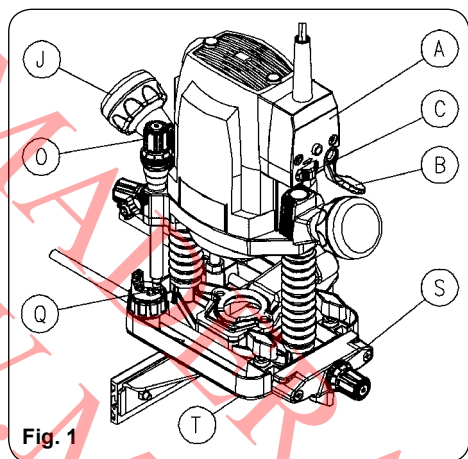
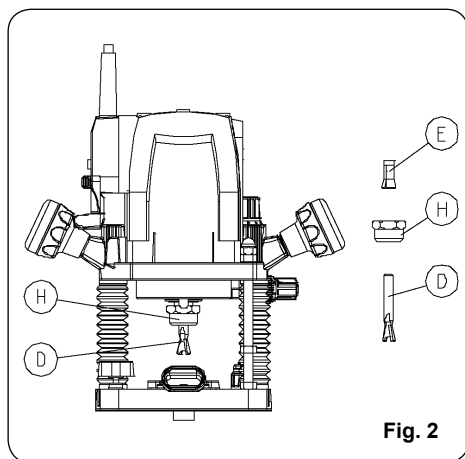
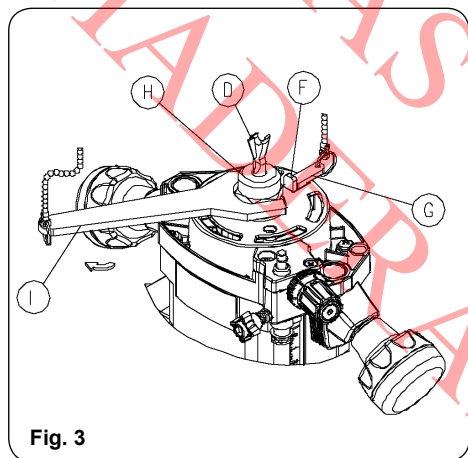
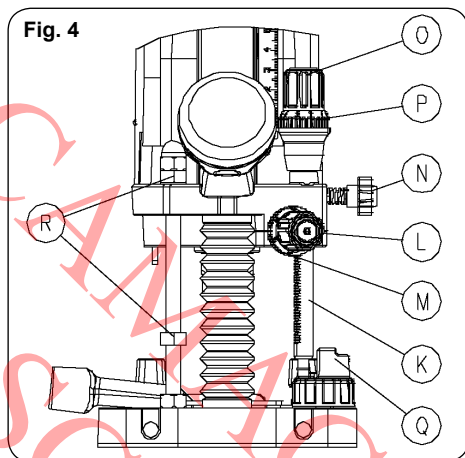

Fig. 1
Fig. 2
Fig. 3
Fig. 4
- Zawsze prowadź urządzenie obiema rękami, trzymając je za obydwa uchwyty J (Rys. 1), mając łatwy dostęp do wyłącznika B (Rys. 1).
Pudełko włącznika A (Rys. 1) jest zaopatrzone w dźwignię B (Rys. 1), która umożliwi uruchomienie i wyłączenie frezarki bez puszczenia uchwyty. W tym celu należy nacisnąć boczny przycisk bezpieczeństwa C (Rys. 1) i, bez zwalniania go, nacisnąć dźwignię B. Boczny przycisk bezpieczeństwa C zapobiega przypadkowemu uruchomieniu urządzenia.
Włóż frez D (Rys. 2 i 3) w nakrętkę tulejki E (Rys. 2). Następnie zablokuj oś przez zaciśnięcie klamry G. Potem zaciśnij nakrętkę tulejki H (Rys. 2 i 3), za pomocą klucza serwisowego I (Rys. 3).
Podstawa może być blokowana w dowolnej pozycji poprzez obrócenie dźwigni J (Rys. 3), w kierunku odwrotnym do ruchu wskazówek zegara. Gdy dźwignia jest poluzowana, podstawa automatycznie wraca do swojej najwyższej pozycji w skutek działania sprężyn znajdujących się na kolumnach.
USTAWIANIE GŁĘBOKOŚCI. Głębokość jest ustawiana za pomocą mechanizmu zębatkowego. Głębokość frezowania przy prostym frezie palcowym i przy pracy w drewnie, może być ustawiana do 60 mm. Aby odblokować pręt głębokości K (Rys. 4) dociśnij pokrętko ustawiania L (Rys. 4) i obracaj nim aby podnieść lub obniżyć pręt głębokości. W zależności od tego czy wymagana głębokość frezowania ma być większa lub mniejsza. Wskaźnik ustawienia M (Rys. 4) może być przesuwany niezależnie od pokrętła, dzięki czemu może być ustawiany w pozycji 0 z jakiegokolwiek pozycji przy pomocy punktu odniesienia. Gdy po ustawieniu wskaźnika obracamy pokrętkę, obydwa elementy będą się obracać razem, pokazując o ile stopni pręt się przesunął. Pełen obrót pokrętła przesuw pręt o 34 mm, przy maksymalnej odległości 55 mm.
Aby zatrzymać pręt głębokości w pożądanej pozycji zwolnij docisk na pokrętło ustawiania. Na koniec, aby upewnić się, że pokrętło jest stabilnie unieruchomione w miejscu, należy je zablokować za pomocą pokrętła N (Rys. 4).
Jeśli chcesz precyzyjnie dopasować uprzednio ustawioną głębokość, wystarczy obracać pokrętłem O (Rys. 4). Pełen obrót pokrętła przesuwają pręt o 1 mm, przy maksymalnym dystansie 5 mm. Każda podziałka na wskaźniku P (Rys. 4) pokrętła odpowiada przesunięciu o 0,1 mm.
Aby wykonać frezowania, które są zbyt głębokie żeby miały powstać po jednym frezowaniu, zalecamy wykonanie kilku powtórzeń frezowania za pomocą sześciu 3-mm stopni na obrotowej kolumnie głębokości Q (Rys. 4).
Opnij urządzenie do momentu, w którym frez będzie na tym samym poziomie co powierzchnia, na której spoczywa frezarka. Użyj pokrętła blokującego J (Rys. 3), aby przytrzymać urządzenie w tej pozycji. Poluzuj pokrętło N (Rys. 4), następnie wciśnij i obracaj pokrętło ustawiania L (Rys. 4) do momentu, w którym pręt głębokości będzie naciskał na niższy stopień obrotowej kolumny głębokości, posługując się w razie konieczności pokrętłem precyzyjnego ustawiania. W tej pozycji obracaj wskaźnik głębokości M (Rys. 4) aż pozycja 0 będzie odpowiadać wskaźnikowi odniesienia. Będzie to pozycja początkowa wskazująca na miejsce, w którym frez wchodzi w kontakt z obrabianym materiałem. Przytrzymaj pręt w miejscu za pomocą pokrętła N (Rys. 4). Zwolnij pokrętło blokujące i pozostaw urządzenie wyłączone.
Poluzuj pokrętło N, po czym dociśnij i obracaj pokrętło ustawiania L, przesuwając pręt K (Rys. 4) do pożądanej głębokości frezowania. Następnie ponownie posłuż się pokrętłem N aby obracać kolumnę Q (Rys. 4) dopóki najwyższy stopień nie znajdzie się pod prętem K (Rys. 4). Wykonaj pierwsze frezowanie na materiale. Obróć kolumnę Q na następny stopień i wykonaj kolejne frezowanie, po czym postępuj tak kolejno dopóki nie osiągniesz pożądanej głębokości, którą uzyskasz gdy dojdiesz do najniższego stopnia.
Aby wykonać kilka powtarzalnych prac, przy których wymagana jest ta sama głębokość frezowania, przydatna może się okazać funkcja zapobiegania zwolnieniu głowicy przez przypadkowe poruszenie gałki blokującej J (Rys. 1). Można to osiągnąć przez założenie dwóch nakrętek M8 R (Rys. 4) na trzpień z gwintem, jedną powyżej a jedna poniżej obudowy głowicy urządzenia. To zablokuje głowicę na dowolnej wysokości przy frezowaniu.
- Jak tylko zakończymy zadanie, należy ściągnąć nakrętki R (Rys. 4) aby odblokować ustawienie głębokości frezowania i powrócić do normalnych warunków pracy przy blokadzie J (Rys. 1).